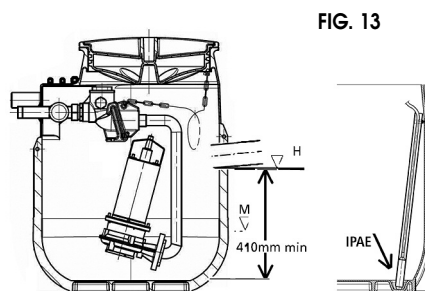

FIG. 13
- Nella scatola di comando, regolare i livelli di attivazione dell'IPAE. I valori minimi di regolazione possono essere i seguenti (per una IPAE piazzato in fondo al serbatoio ed il condotto d'arrivo degli effluenti piazzato come FIG. 13) :